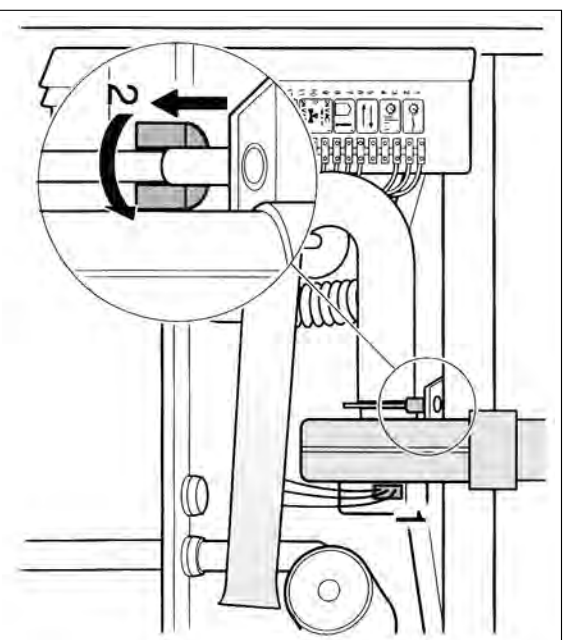

Fig. 36
- Il connettore di alimentazione del ventilatore (Fig.36, pos. 1).
- Il morsetto distanziatore in gomma applicato al perno di fissaggio del ventilatore (Fig. 36, pos.2) ruotandolo di 1/2 giro in senso antiorario.